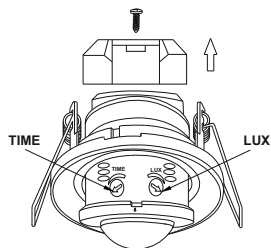

Рисунок 4 – Датчик движения ДД 401
- открутить винт, снять крышку, защищающую контактные зажимы (рисунок 4);